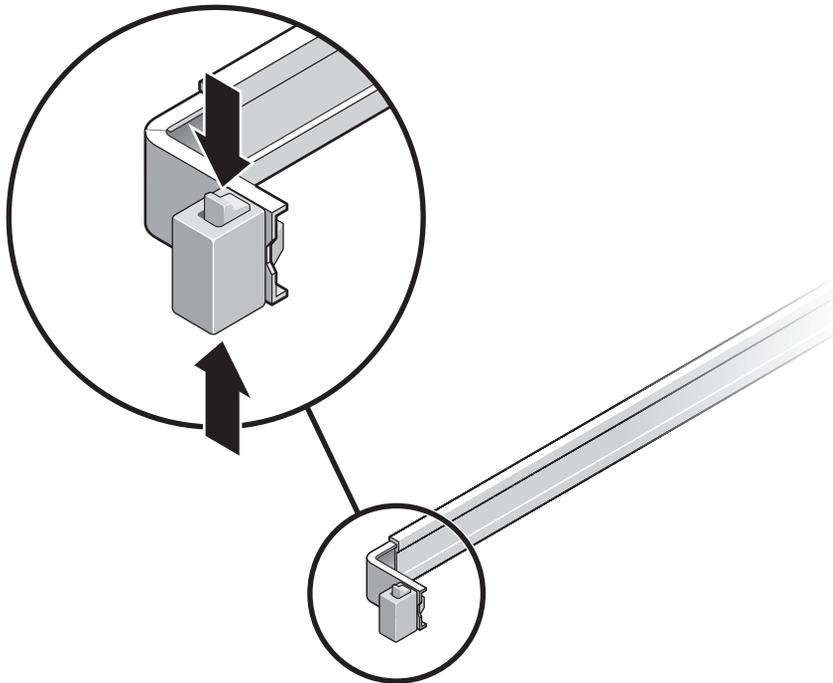

FIGURE 2-1 Débloquage de l'assemblage du rail coulissant
- a. Appuyez simultanément sur les boutons de verrouillage supérieur et inférieur du verrou du rail coulissant et maintenez-les enfoncés (voir FIGURE 2-1).